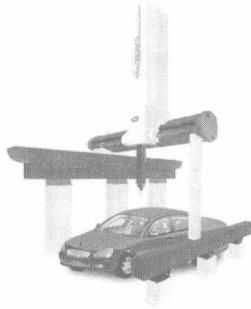

图 1-2 三坐标测量机
- (1) 接触式测量方法。该测量方法是指利用接触式的测量仪器，如三坐标测量机 CMM (Coordinate Measuring Machine)，如图 1-2 所示。对物体进行测量，在测量材质为硬质、容易定位，只需测量孔位、平面、轮廓等指定特征的物体时，一般都采用接触式的测量方法，测量的精度可达 0.02mm，多用于质量的检测。